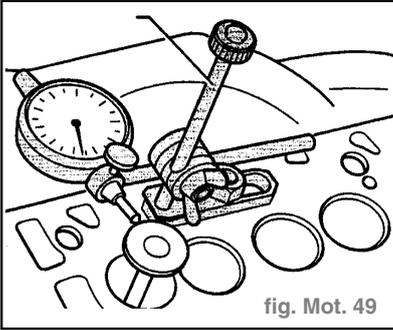

fig. Mot. 49
- Mesurer le jeu de basculement (fig. Mot. 49).